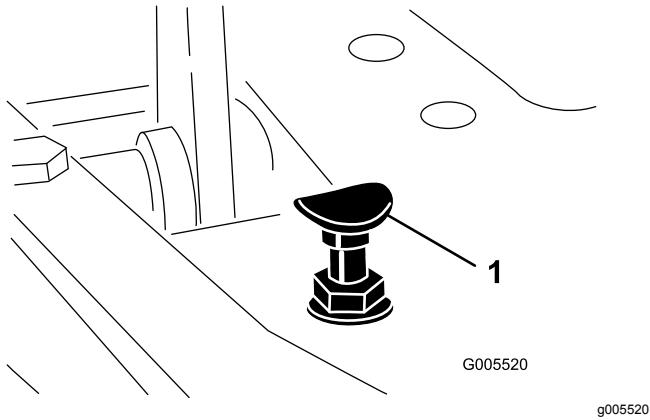

Figure 40
Pour obtenir la vitesse de transport maximale, placez le sélecteur de fonction en position de TRANSPORT et appuyez sur la pédale de déplacement. Si la pédale touche la butée (Figure 40) avant que la tension soit ressentie sur le câble, procédez comme suit :
1. Placez le sélecteur de fonction à la position de TRANSPORT et desserrez le contre-écrou de fixation de la butée de pédale au plancher (Figure 40).